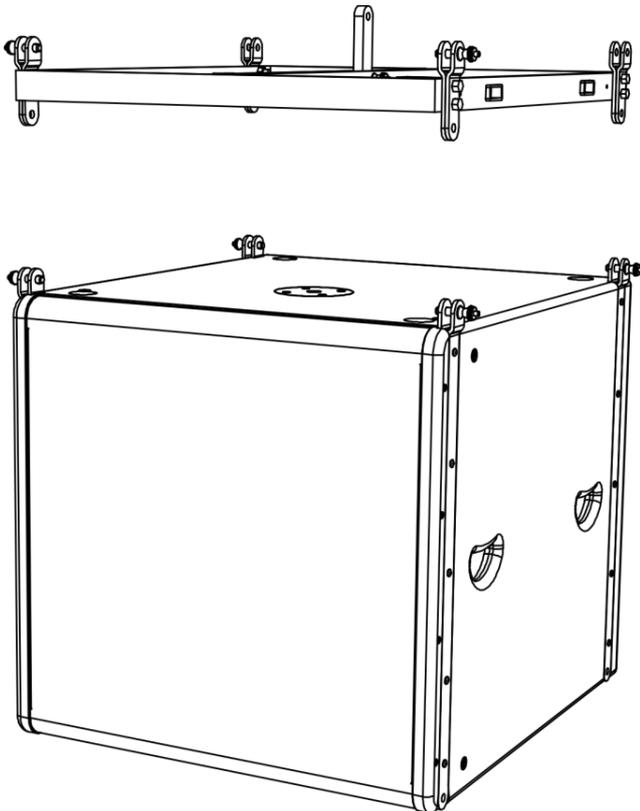

Abb. 02
- 01) Befestigen Sie die Flybar mit den zugehörigen Montagestiften an Ihrem Odin Lautsprecher (Abb. 02).